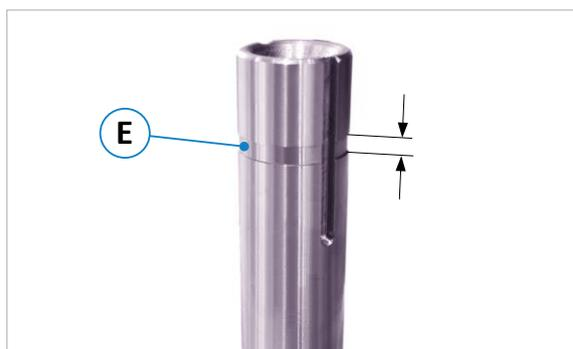

Abbildung 19: Markierung für oberen Distanzring
1. Lösen Sie an der Schnellspanmutter (M) die Spannschraube (S) mit dem im Lieferumfang enthaltenen SW4 Stiftschlüssel.
2. Danach die Fixierschraube (F) von Hand ganz aufdrehen und die Schnellspanmutter (M) durch Entnehmen entfernen.
3. Distanzringe (D) abziehen und das neue Fräs Werkzeug aufsetzen.
4. Nun ggf. erforderliche Distanzringe (D) aufsetzen. Es müssen so viele Distanzringe aufgesetzt werden, dass sich die obere Spannfläche des oberen Distanzrings in dem in ⇒ Abbildung 19 gezeigten Bereich (E) des Markierungseinstichs befindet.
5. Dann Schnellspanmutter (M) wieder aufsetzen und Fixierschraube (F) von Hand anziehen.
6. Spannschraube (S) nun mit dem SW4 Stiftschlüssel anziehen → Anzugsdrehmoment = **12 Nm**.
**Bei einem Anzugsdrehmoment der Spannschraube (S) von 12 Nm wird der Fräser mit ca. 30 kN (= 3 t) gespannt.**